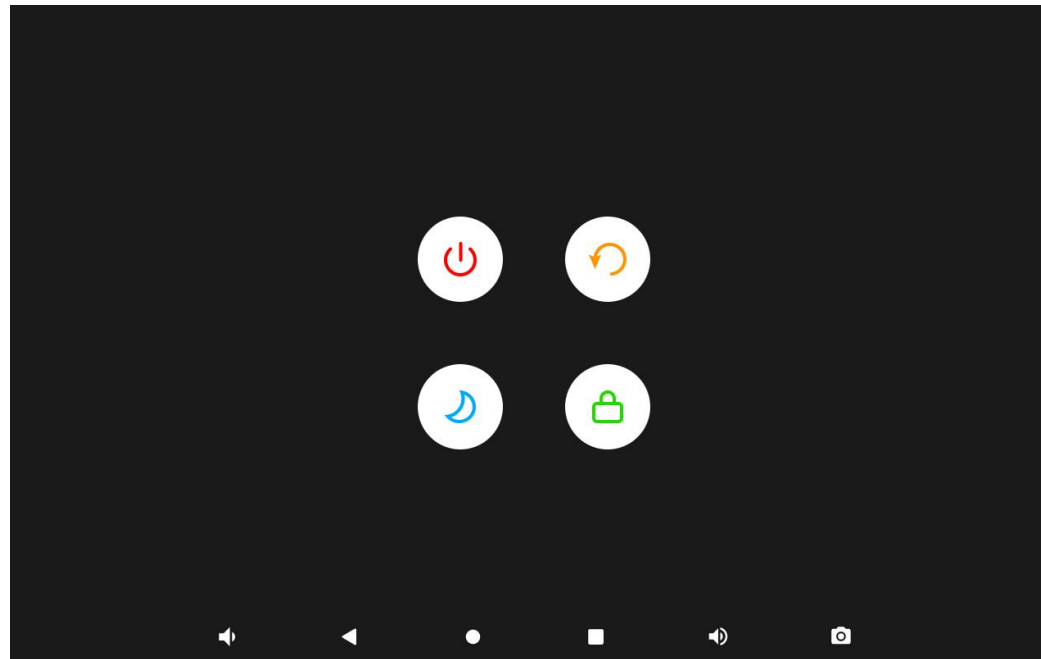

图 14-12 关机界面
长按电源键^①，将进入关机界面, 见图 14-12。关机界面包含 4 个选项: 关机、重启、待机、锁屏。